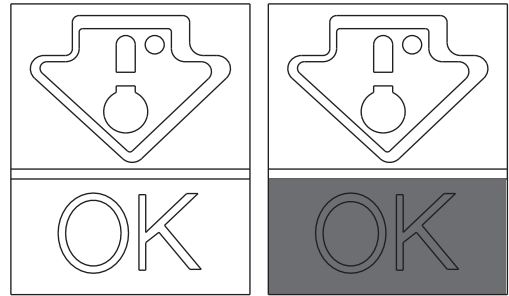

Fig. 5
• Para manter o melhor sabor, nutrientes e frescura dos alimentos, é recomendável armazená-los no compartimento do frigorífico como ilustrado na fig. 5 abaixo, certificando-se que os embala em alumínio ou folhas de película plástica ou em contentores cobertos apropriados para evitar contaminação cruzada.
Verifique se o indicador de temperatura apresenta claramente a palavra OK (Fig. 5).